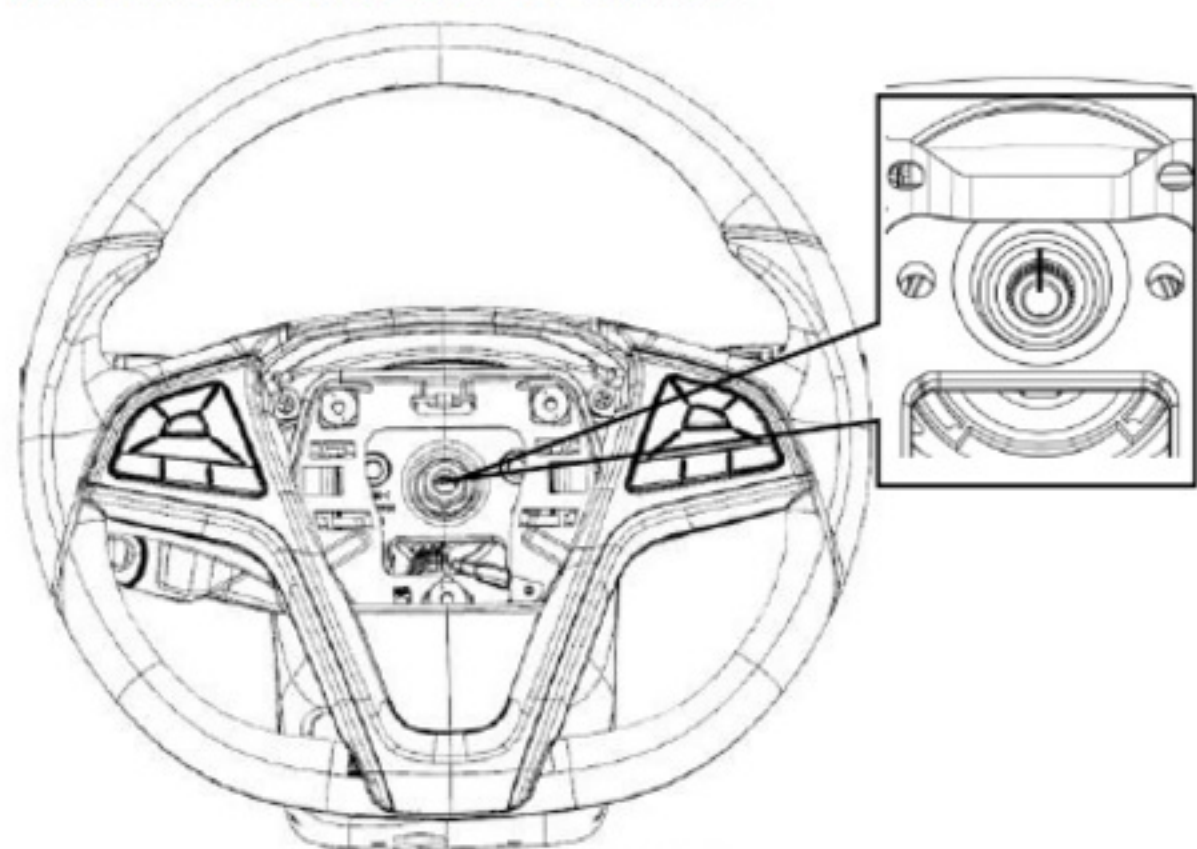

图5-4
③在转向盘总成和转向管柱及万向节总成上做好配合标记。如图5-4所示。